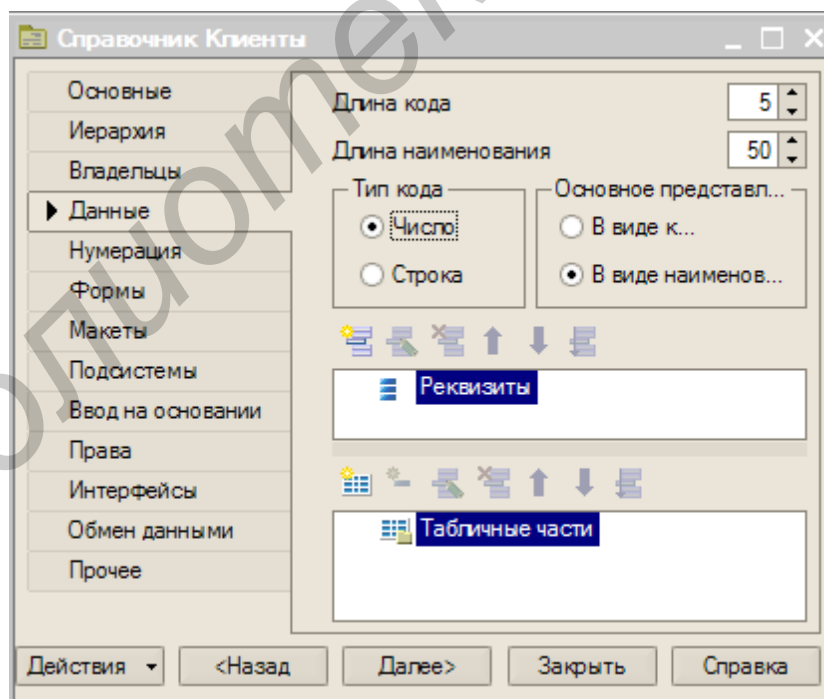

Рис. 4.5. Вкладка *Данные* справочника *Клиенты*
4. Перейдите к длине наименования (рис. 4.5). 25 символов для нас явно мало, увеличим длину наименования до 50. Согласимся с длиной кода и зададим длину наименования.